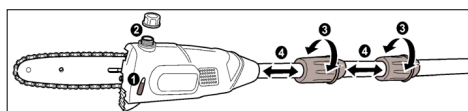

Fig.5
- Réglez la longueur de la perche en dévissant les anneaux de verrouillage comme sur la figure 5.